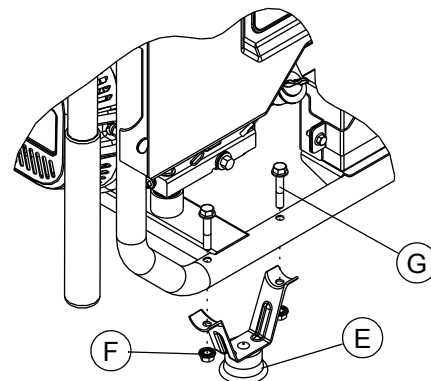

Figure 2-2. Ensembles de pied de châssis
2. Installer les ensembles de pied de châssis comme indiqué (Figure 2-2).